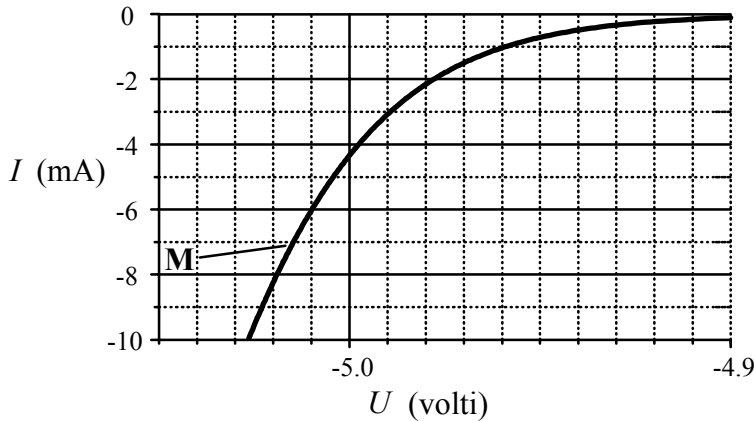

Fig. 3.17.
**P 3.3.** Caracteristica unei diode, în zona de străpunngere inversă, este cea din Fig. 3.17. Calculați, din grafic, rezistența dinamică în jurul punctului M.